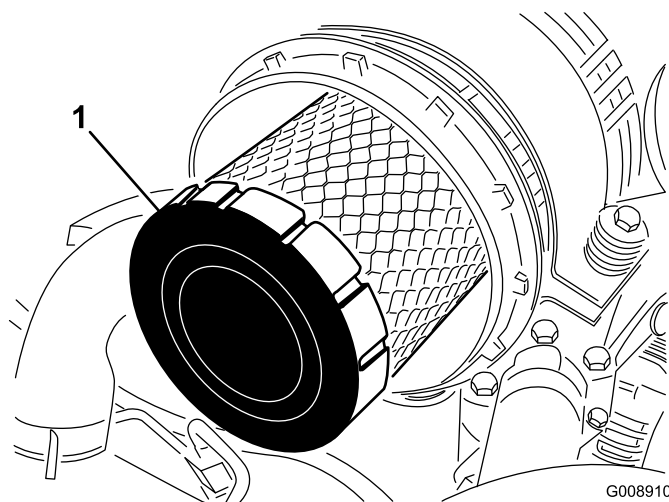

Figure 57
- Déposez et remplacez l'élément principal (Figure 57).